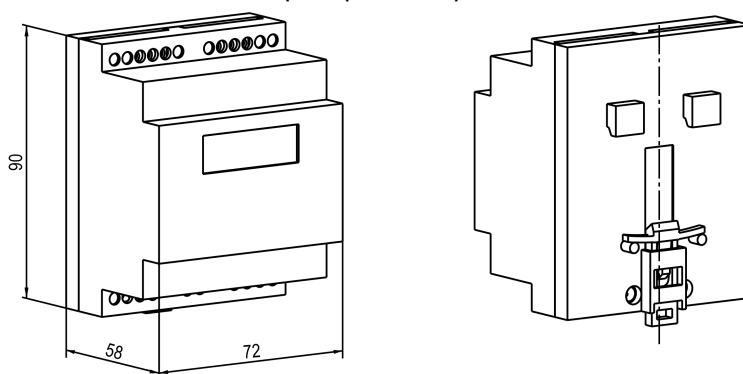

Рисунок 4.14 – Габаритные размеры корпуса Д
1. Подготовить место на DIN-рейке для установки прибора (см. рисунок 4.14).